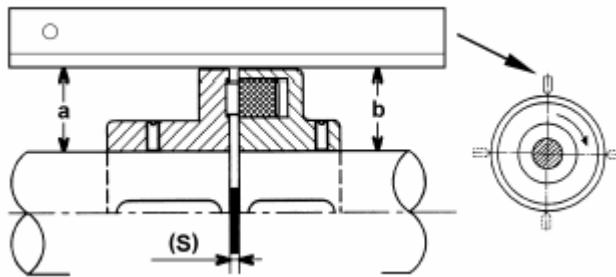

Рис. 5
- ◇ Агрегат правильно выверен, если отклонение между линейкой положенной по оси на обе полумуфты и валом насоса, валом мотора или другой вращающейся вместе с линейкой и удобной для измерения точкой не превышает 0,15 мм, при вращении линейки вместе с полумуфтами. Расстояние между полумуфтами также в любом положении должно быть одинаковым и иметь зазор $S = 3...5$ мм. Проверять величину зазора надо с помощью щупа или шаблона (рис. 5, рис. 6 с разборной муфтой).